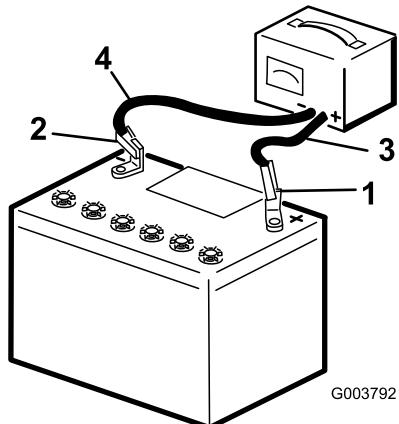

Figura 68
3. Conecte el cable positivo del cargador de la batería al borne positivo de la batería (Figura 68).
6. Cuando la batería esté completamente cargada, desconecte el cargador de la fuente eléctrica, luego desconecte los cables del cargador de los bornes de la batería (Figura 68).